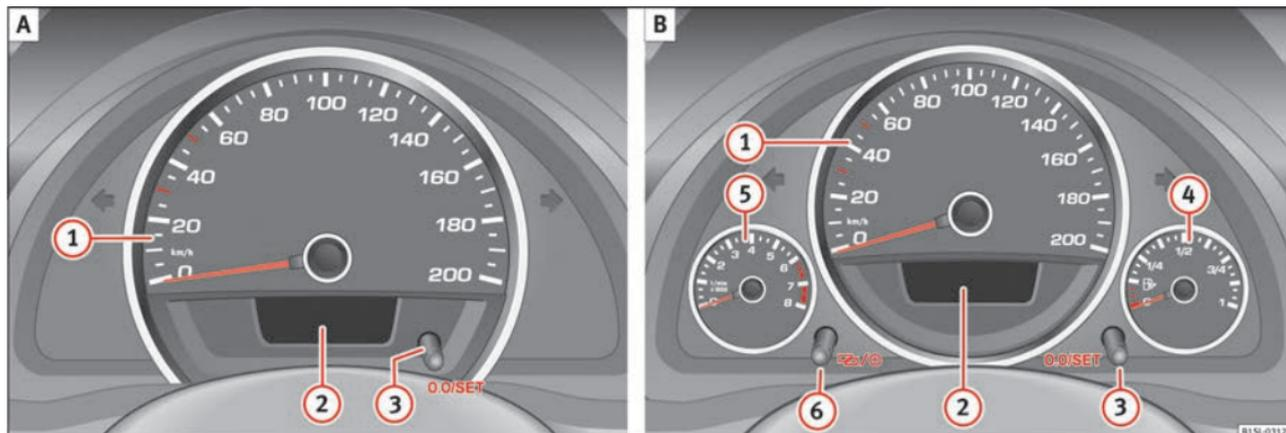

Fig. 95 Painel de instrumentos, no painel de bordo: variante 1 (A) e variante 2 (B).
Explicações sobre os instrumentos » Fig. 95:
No ecrã do painel de instrumentos »» Fig. 95 **❷** pode ser visualizada informação diversa, em função do equipamento do veículo:
A indicação de serviço surge no ecrã do painel de instrumentos »» Fig. 95 (2).